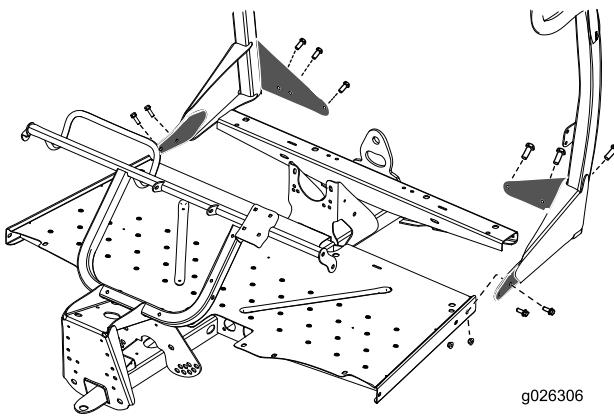

図 6
- ROPS を 図 6 のように車体に取り付け、側面および後面の取り付け穴を整列させる。
- フロアプレート側部に ROPS を取り付けるボルト3/8 インチ4本とナット3/8 インチ4個を使用する 図 6。